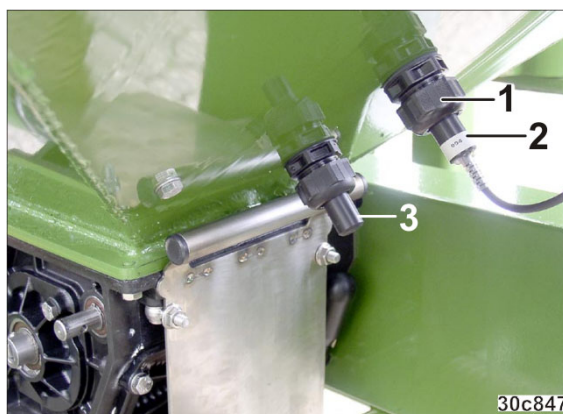

Fig. 176
2. Løsn møtrikken (Fig. 176/1).
3. Træk niveausensoren (Fig. 176/2) ud, sæt den i den dertil beregnede holder, og klem den fast.
4. Sæt dummyen (Fig. 176/3), der ikke har nogen driftsrelevant funktion, i den frigjorte åbning og klem fast.